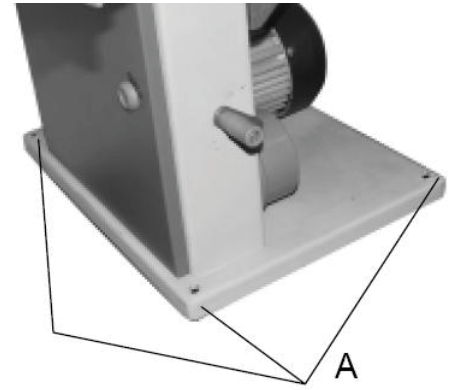

Рис. 13
- В основании пилы есть четыре отверстия Ø8 мм (А, Рис. 13).